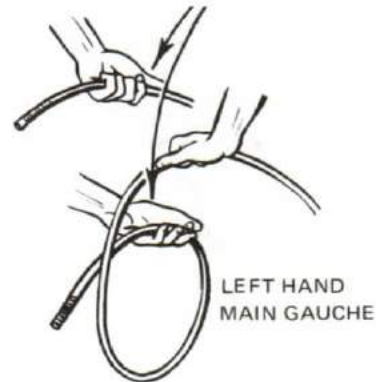

Figure 10-15
8. In your hands, it is a little more complicated. See Figure 10-15. If you are to hold the coil in your left hand, your left thumb should point away from the end. If you are to hold the coil in the right hand, the right thumb should point toward the end.
8. Dans les mains, la chose est un peu plus compliquée (voir la figure 10-15). Si vous tenez la glène dans la main gauche, le pouce gauche doit être dirigé à l'inverse de l'extrémité de la corde. Si vous tenez la glène dans la main droite, le pouce droit doit pointer vers l'extrémité libre.